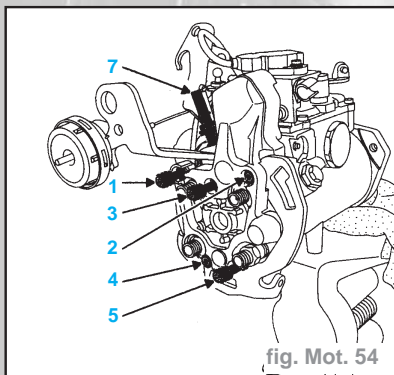

fig. Mot. 54
- Commencer par percer la vis longue (3) au centre du blindage, puis les vis courtes (1) et (2) et ensuite les autres vis longues (4) et (5) (fig. Mot. 54).